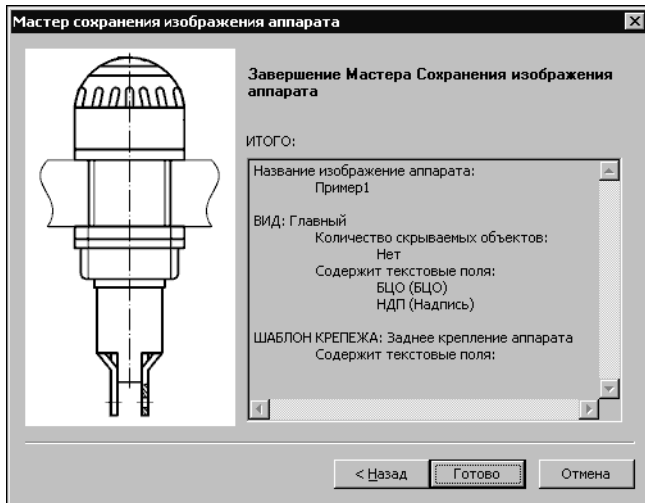

Рис. 11.21. Завершение работы Мастера сохранения проекций аппарата
17. Выберите в дереве Библиотеки УГО каталог для сохранения изображения аппарата¹. Введите имя сохраняемого аппарата и нажмите кнопку **Далее**. На экране откроется последнее окно Мастера (рис. 11.21). Оно содержит информацию об основных введенных характеристиках сохраненного аппарата.